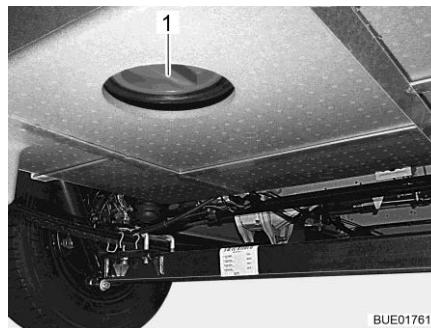

Fig. 285 Orificio de limpieza (depósito de aguas residuales)
- Abrir el orificio de limpieza (Fig. 285,1) del depósito de aguas residuales y la llave de desagüe.